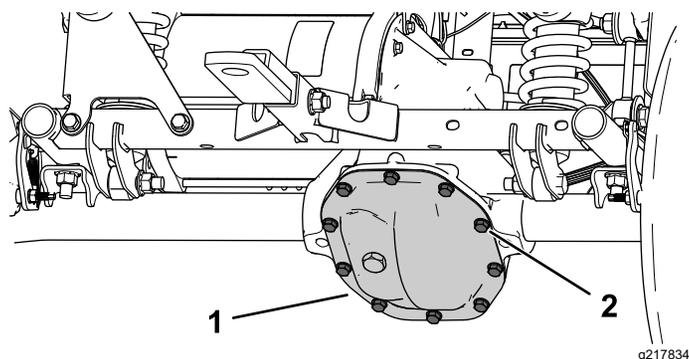

Рисунок 48
1. Поместите сливной поддон под крышку коробки передач (Рисунок 48).
2. Отверните болты с крышки коробки передач и полностью слейте рабочую жидкость (Рисунок 48).